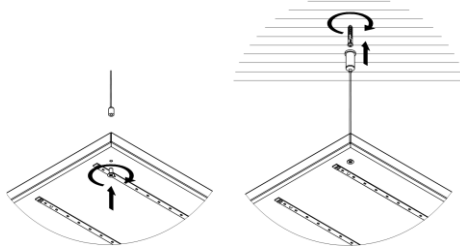

Рисунок 11 — Подвесной монтаж.
- 5.4.2. Установите на светильнике тросовые подвесы. Рекомендуется использовать комплект подвесного монтажа Geniled. Для монтажа светильника серии Office Comfort, необходимо 2 комплекта. См. рисунок 11.